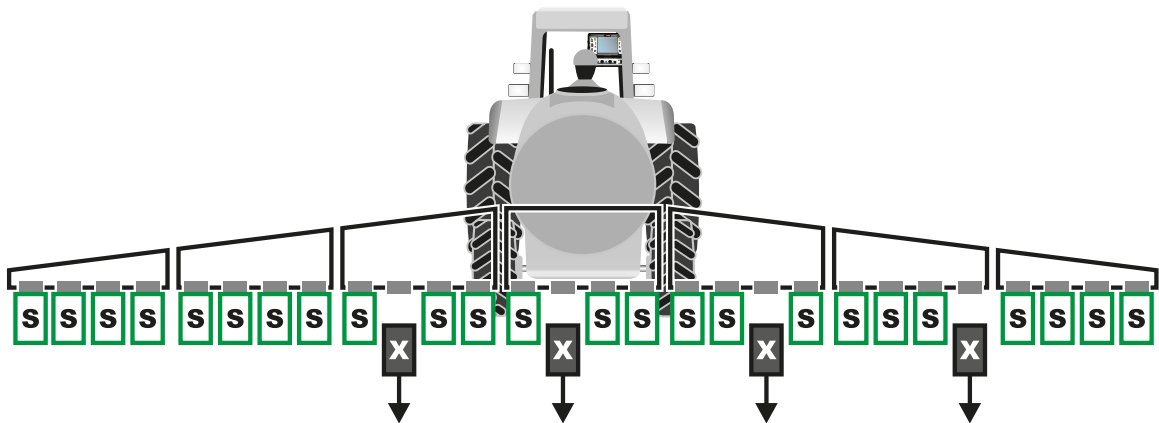

Abb. 93
- TRENNEN SIE NUR DIE NICHT KORREKT ERKANNTEN SELETRON (Abb. 93).